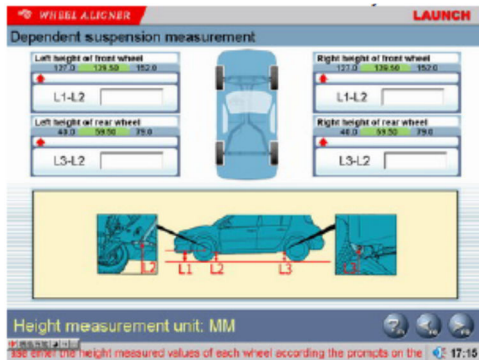

Fig.4.9
4. Cuando algunos modelos de vehículos especiales (tales como RENAULT MEGANE II) se seleccionan, en la pantalla aparecerá una interfaz de [Medida Suspensión Dependiente] como se muestra en la Fig. 4.9. Esta interfaz proporciona una plataforma de funcionamiento para el sistema de medición de suspensión dependiente, con el fin de confirmar los datos estándar de acuerdo con el estado actual de la carrocería del vehículo.